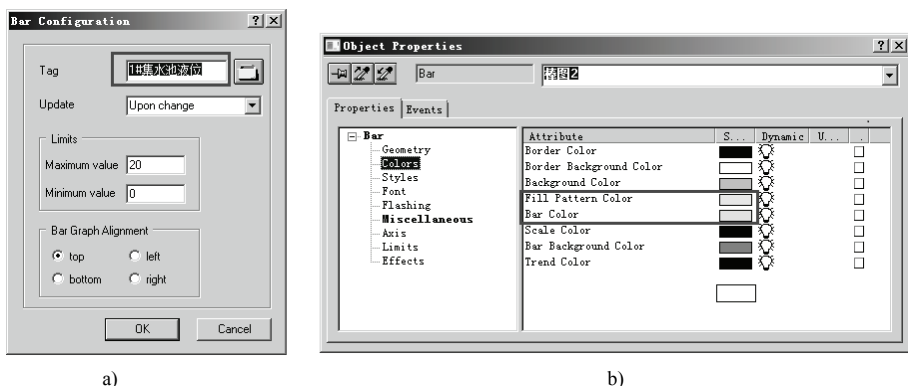
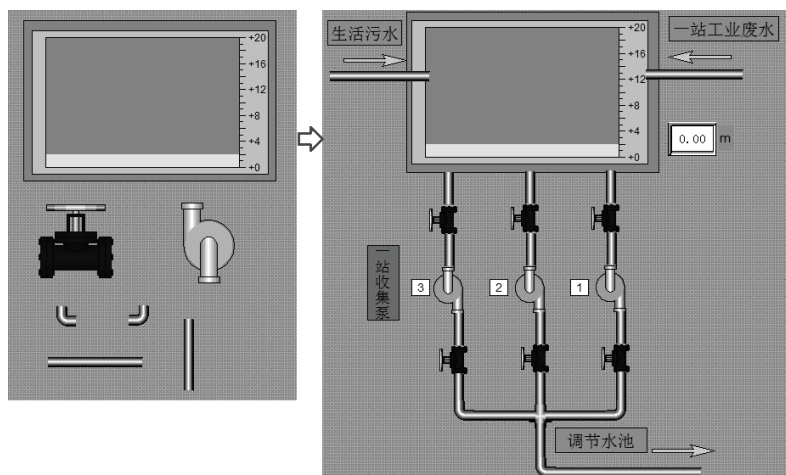

图 17-28 棒图配置和属性设置
图 17-29 组态“一站集水池”画面
1) 组态“一站集水池”画面。新建画面，命名为“一站集水池.Pdl”（将第 6 章画面设计实例中的背景设置、时钟设计、添加标题设置运用到此画面及下文中所有画面，下文将不再赘述）。打开“WinCC 图库”，在图形编辑器的对象选项板中，选择智能对象中的“Bar”并拖入画面中，并连接到变量“1#集水池液位”，设置填充颜色和棒图颜色，如图 17-28 所示。选择“Global Library”中的“Siemens HMI Symbol Library 1.4.1”文件夹，选择“Pumps”文件夹中的“Vertical pump”，“Values”文件夹中的“Hand value2”，“Pipes”文件夹中的“Short horizontal pipe”、“Short vertical pipe”及“90° Curve”，“Arrows”文件夹中的“Straight arrow”，将它们拖动到绘图区，并调整大小、颜色及位置，从“Standard Objects”中选择“Static Text”添加到画面中，对各个管道、阀门、泵进行说明。完整的工艺流程画面设计过程如图 17-29 所示。